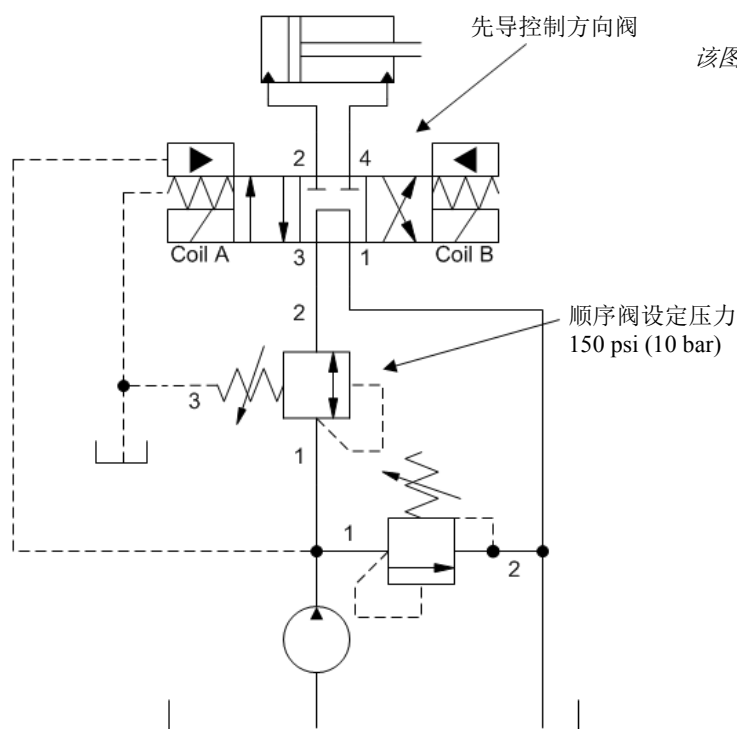

图 1.
- 另一个应用是：在开始回路中保持住一个最小“先导压力”。(与溢流阀不同，顺序阀在高于设定压力时的“全开”特性可有效减小系统在工作压力下的节流损失)。(如图1所示)。